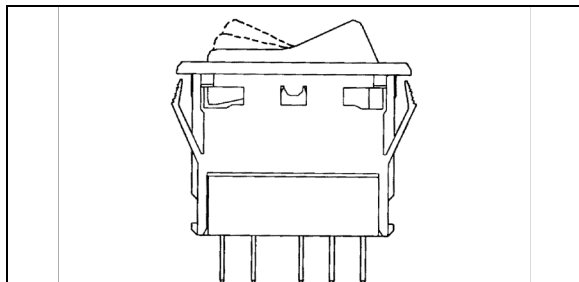

FIGURE 114: COMMUTATEUR
3. Pour installer un nouveau commutateur, inverser la procédure (Figure 114).